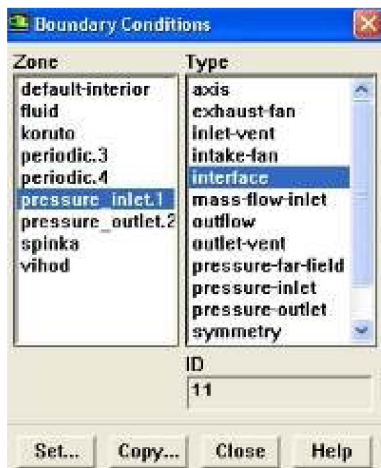

Рис. 7.14. Изменение типа граничного условия на *Interface*
2. В *Gambit*, как и при подходе *Mixing Plane* на входе и выходе из каждой расчетной области описываются входные и выходные ГУ. В программе *Fluent* на поверхностях, находящихся на границе двух областей течения, необходимо изменить тип ГУ на *Interface* (проницаемая граница). Для этого нужно вызвать команду *Define*→*Boundary Condition*. В ее меню в левом окне следует выбрать нужное ГУ, а в правом - поменять его тип на *Interface* (рис. 7.14). После этого появится запрос на подтверждение выполнения команды. ГУ *Interface* дополнительных настроек не требует.